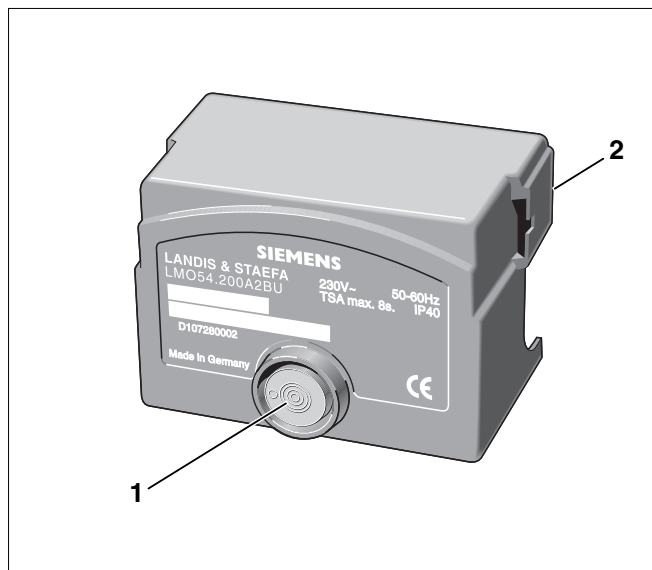

Fig. 14 Programador de combustión LMO
En caso de fallo puede pulsarse la tecla de desbloqueo (fig. 14, **pos. 1**) situada en el programador de combustión (véase cap. 6.3 "Eliminar las anomalías del programador de combustión", pág. 18).